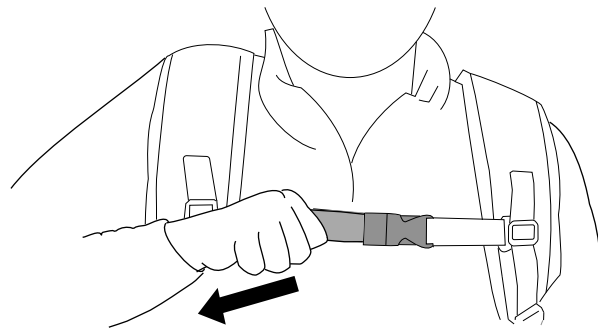

Figura 12
- Aperte a correia do esterno para que fique bem apertada (Figura 12).